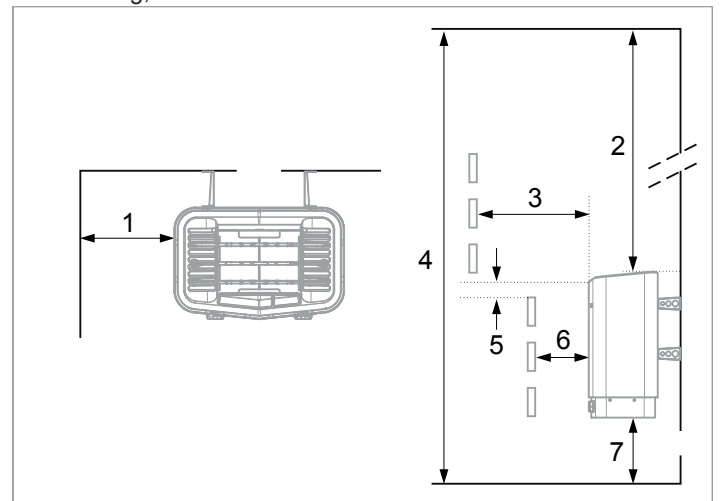

Abb. 2: Position des Saunaofens – Normalmontage
- Mit sicherem Abstand zu Boden, Seitenwänden und Einrichtung, siehe Abb. 2.